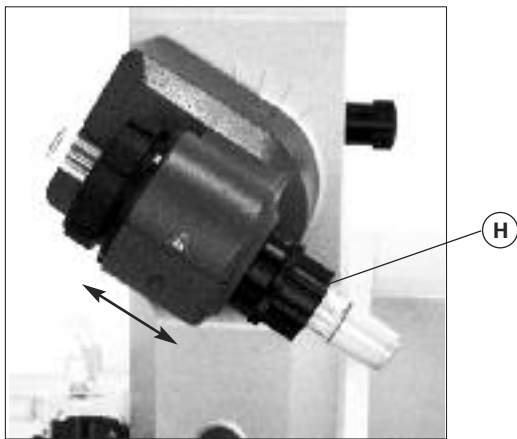

Fig. 10
- ☞ Bloquee a continuación este inmovilizador girándolo 60° en el sentido de las agujas del reloj (fig. 10).